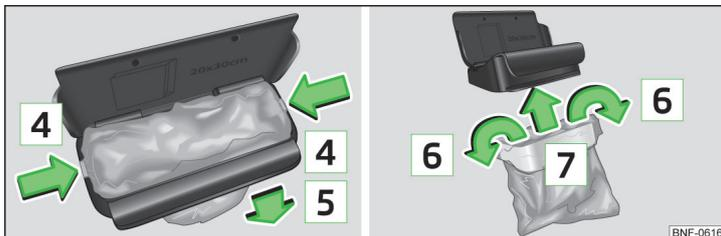

Fig. 55 Remplacement du sac
- Comprimez les deux crans sur le cadre dans le sens de la flèche **4** » fig. 55.